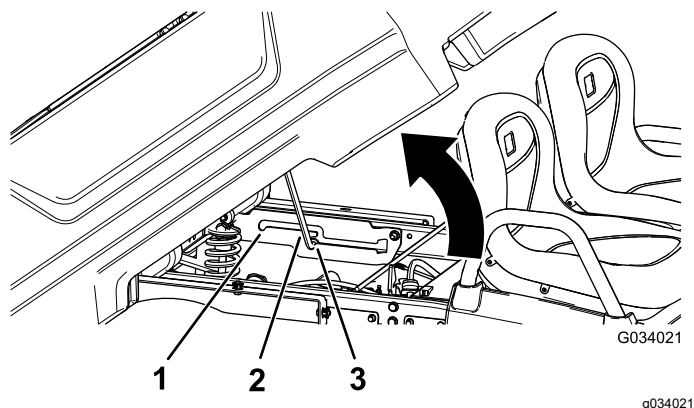

Рисунок 16
2. Введите опорную стойку в паз с фиксацией, удерживающий кузов в положении разгрузки (Рисунок 16).
2. Введите опорную стойку в паз с фиксацией, удерживающий кузов в положении техобслуживания (Рисунок 16).
2. Вытяните опорную стойку из паза с фиксацией (Рисунок 16).